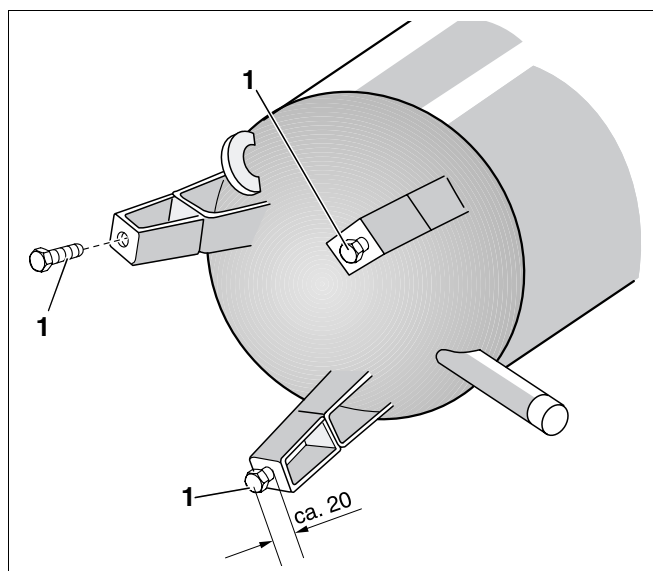

Fig. 3 Utilizzazione delle viti di fissaggio come piedini regolabili (illustrazione schematica)
- Avvitare alla base dell'accumulatore le viti di fissaggio come dei piedini regolabili (fig. 3, **pos. 1**) fino a circa 20 mm.